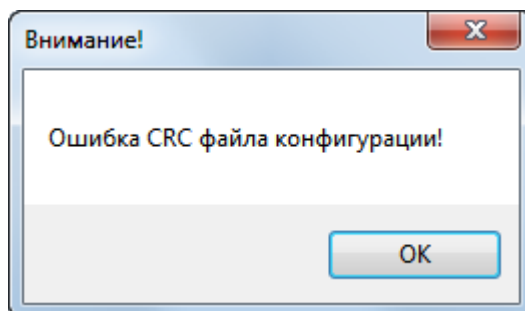

Рисунок 67
4.2.4. При открытии файла конфигурации из ПК (**Файл конфигурации**→ **Открыть**) оператору выдается сообщение (Рисунок 67).